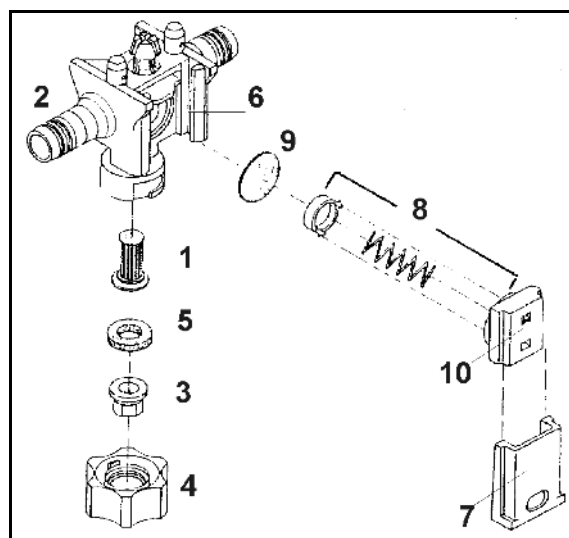

Fig. 201
2. Fjern skruerne (Fig. 201/1).
3. Tag ventildækslet (Fig. 201/2) af.
4. Ventilgruppen (Fig. 201/3) afmonteres.
5. Tag ventiltætningsringen (Fig. 201/4) og O-ringen (Fig. 201/5) ud.